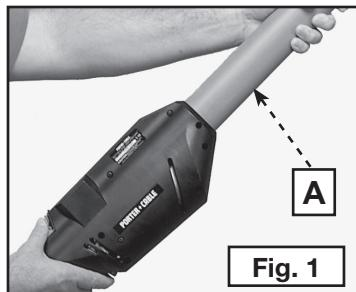

Fig. 1
Tenga la lijadora con ambos entrega en el tubo principal (A) Fig.1. Posicione las manos dondequieras por el tubo principal para proporcionar la mejor combinación del alcance y el apalancamiento.
▲ATENCIÓN: Para reducir el riesgo de lesiones, mantenga las manos sobre el Tubo Principal (A) Fig. 1. No meta las manos en el área de la cabeza de lija. La cabeza se gira en una multitud de direcciones y es posible que le pellizque la mano.